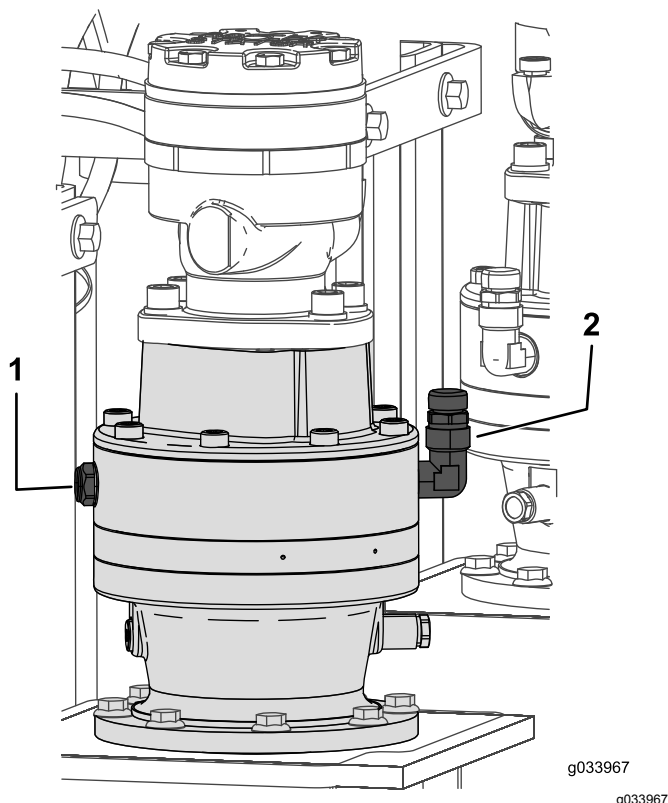

**Bild 102**
1. Prüfen Sie den Ölstand im Schauglas für jedes Planetengetriebe der Verankerung (Bild 102).
2. Nehmen Sie den Entlüfterdeckel ab und füllen Öl in das Planetengetriebe, bis der Ölstand mindestens die Hälfte des Schauglases bedeckt (**Bild 102**).